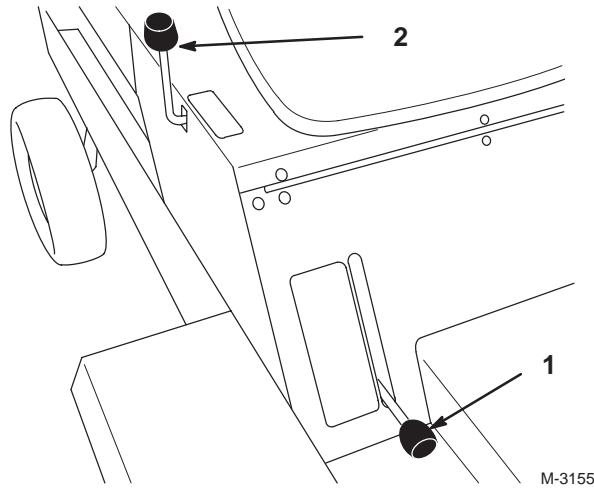

Figure 10
2. Levez le levier pour serrer le frein de stationnement (Fig. 10).
1. Abaissez le levier pour desserrez le frein de stationnement (Fig. 10).
Ce levier permet de relever et d'abaisser les divers accessoires (Fig. 10).
3. Tirez le levier de commande en arrière pour éléver l'accessoire à la hauteur requise (Fig. 10).
3. Poussez le levier de commande vers l'avant pour abaisser l'accessoire (Fig. 10).